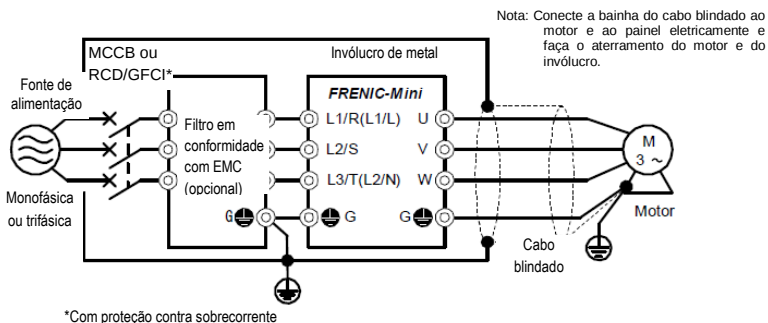

Figura 11.6 Instalando o inversor em um painel de metal
- (1) Instale o inversor e o filtro em uma placa de metal aterrado. Use um cabo blindado, também para a ligação do motor. Faça com que os cabos sejam os mais curtos possíveis. Conecte a blindagem firmemente à placa de metal. Conecte também o fio blindado eletricamente ao terminal de aterramento do motor.
- (2) Use o cabo blindado para ligação em torno dos terminais de controle do inversor e também para a ligação do cabo de sinal da placa de comunicações RS-485. Tal como acontece com o motor, faça a crimpagem do cabo firmemente a uma placa aterrada.
- (3) Se o ruído do inversor exceder o nível permitido, coloque o inversor e seus periféricos no interior de um painel de metal, como mostrado na Figura 11.6.